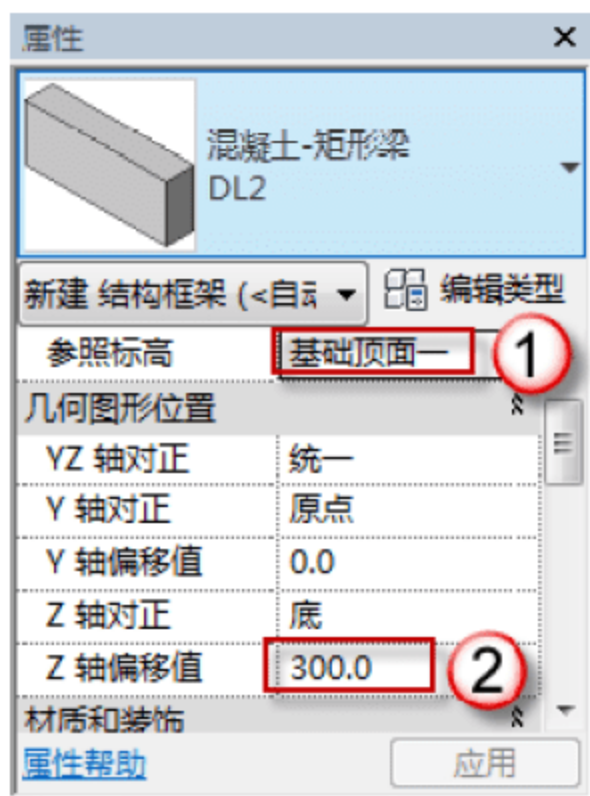
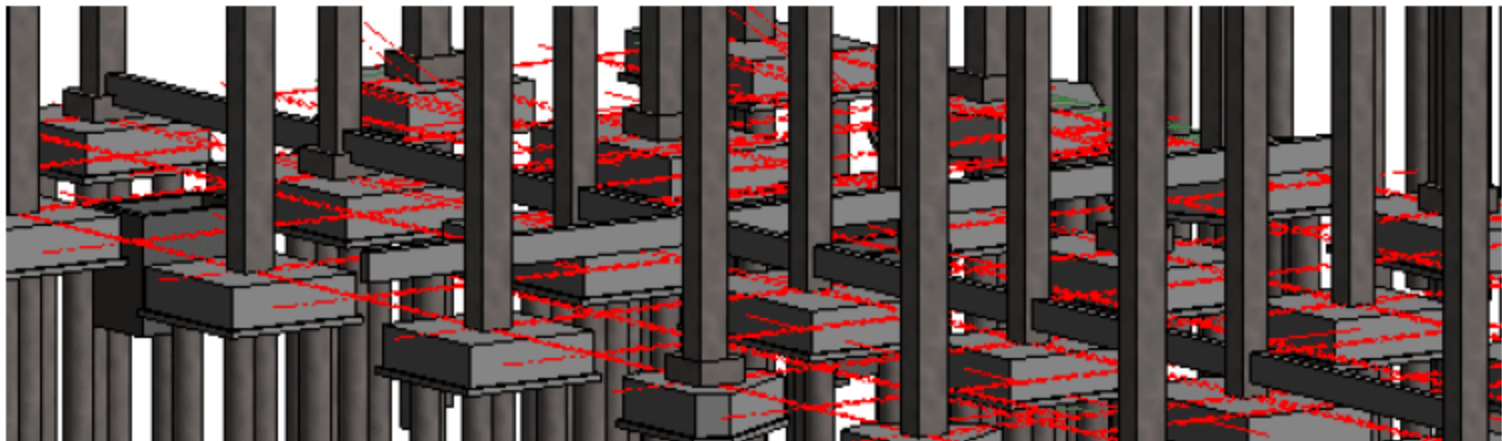

图 3.1.53 设置 Z 轴偏移值
图 3.1.54 绘制 DL2
(7) 绘制 DL2。选择“结构”→“梁”命令，在“属性”面板中调整参数标高（基础顶面一），Z 轴偏移值 300 个单位，如图 3.1.53 所示。找到 DL2 的位置从一侧向另一侧绘制，如图 3.1.54 所示。